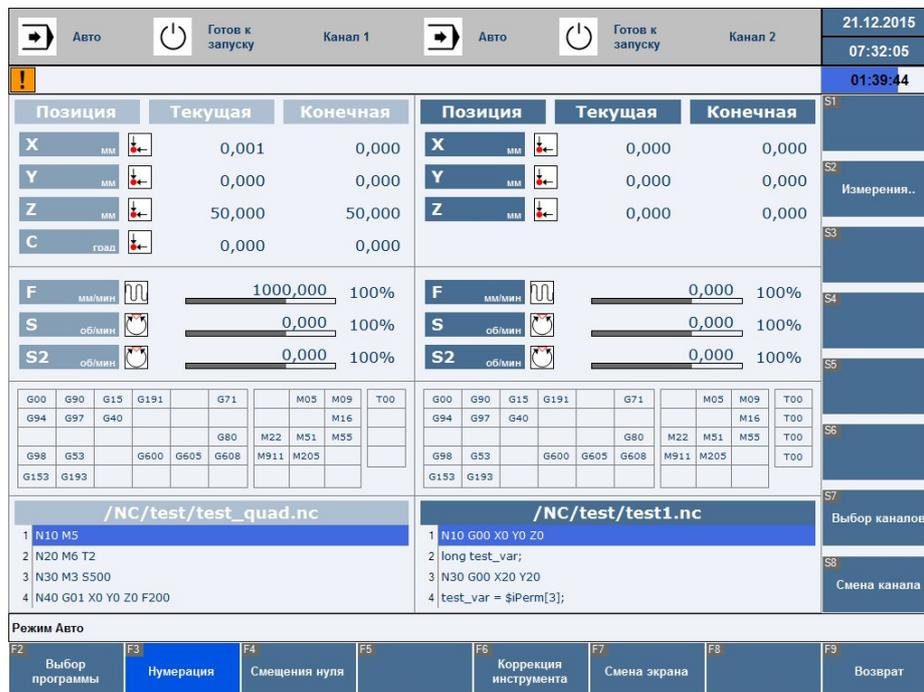

Рисунок 30 – Отображение информации о двух выбранных каналах
- Двухканальный – отображение информации о двух выбранных каналах (Рисунок 30):